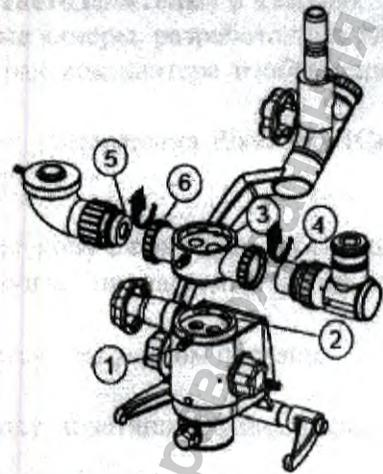

Рис. 28
10.9 Установка светоделителя с адаптером для Sony Handy cam адаптер и адаптера для CCD камеры (рис. 28):